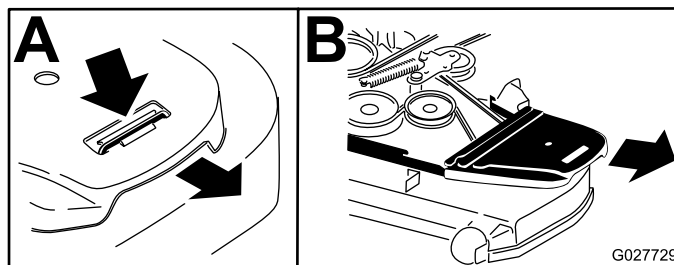

Figura 80
6. Rimuovete i copricinghia e i relativi bulloni (Figura 80).